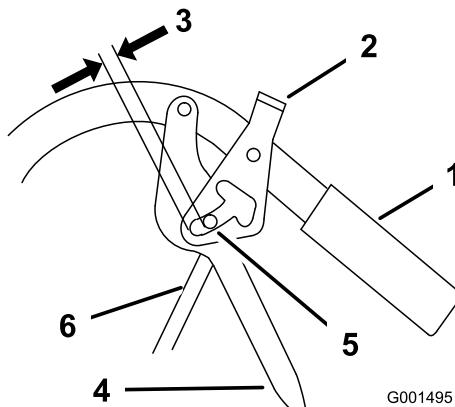

Figura 51
2. Ajuste la longitud de la varilla de control enroscando la varilla en el acoplamiento o desenroscándola, hasta que quede una holgura de 5 a 6 mm (3/16 a 1/4 pulgada) entre la varilla de control y la parte inferior del mecanismo de bloqueo de punto muerto/freno de estacionamiento (Figura 51).
3. Instale la varilla de control en la palanca de avance y el mecanismo de bloqueo de punto muerto/freno de estacionamiento. Sujete la varilla de control con un pasador de horquilla y un pasador de seguridad (Figura 51).